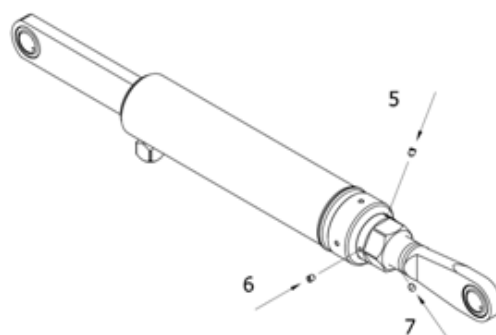

Bild 40. Skruva fast låsskruvarna
4. Skruva fast låsskruvarna (pos. 5, 6, 7, se Bild 40). Zepro rekommenderar att låsa skruvorna med Loctite 243 eller motsvarande.